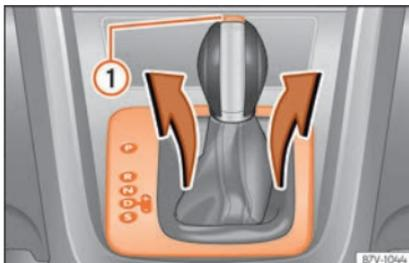

Fig. 52 Desmontar o revestimento do campo de indicação das mudanças.
- Puxar para cima a cobertura pela zona do guarda-pé da alavanca seletora »» **Fig. 52**.
- Pressione o botão de bloqueio »» **Fig. 52** ① no punho da alavanca seletora e coloque a alavanca na posição **N**.